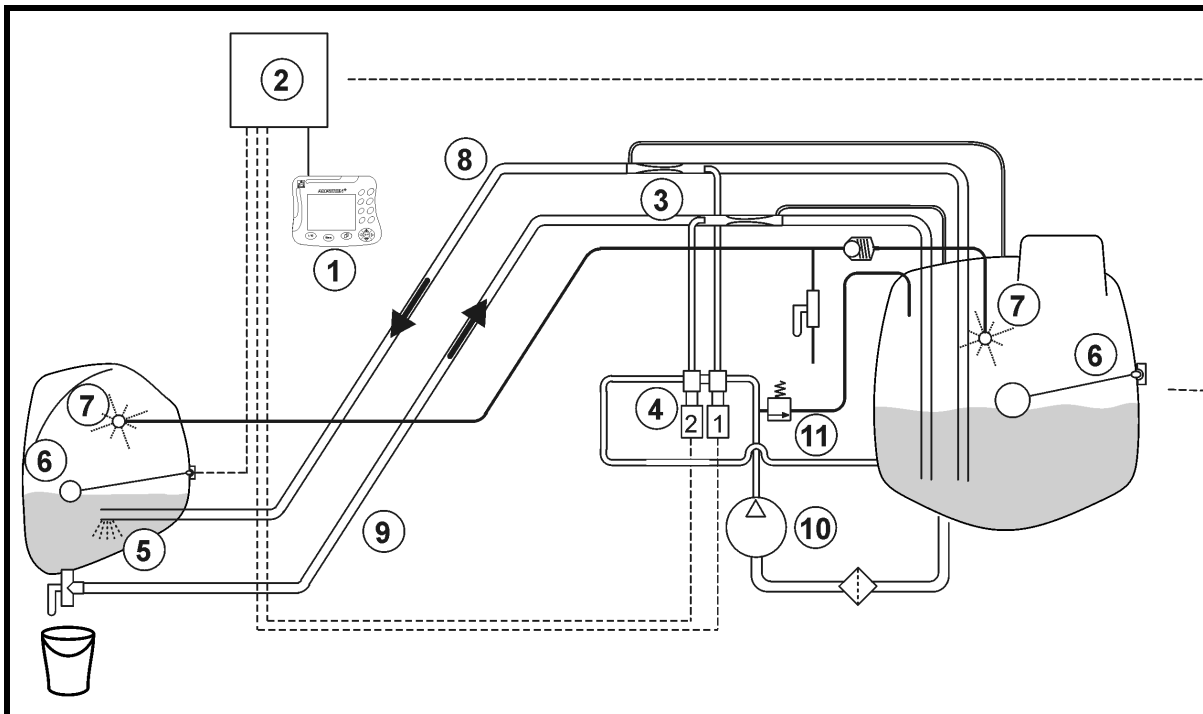

Fig. 16
3. Bringen Sie am Bedienfeld die Schalthähne in die angegebene Position (Fig. 16):